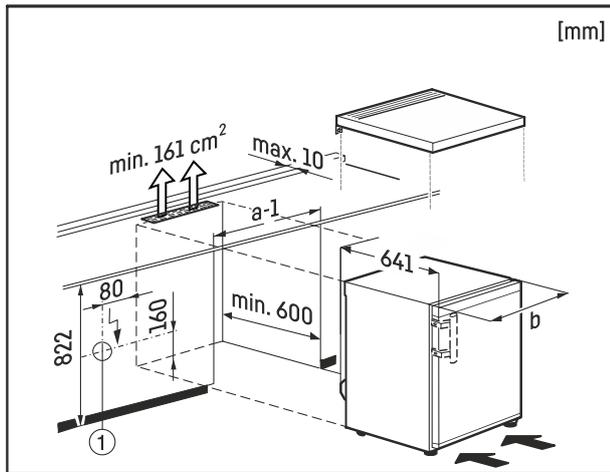

Fig. 9
Die Steckdose Fig. 9 (1) muss dabei außerhalb der Geräte-rückseite liegen und leicht zugänglich sein.